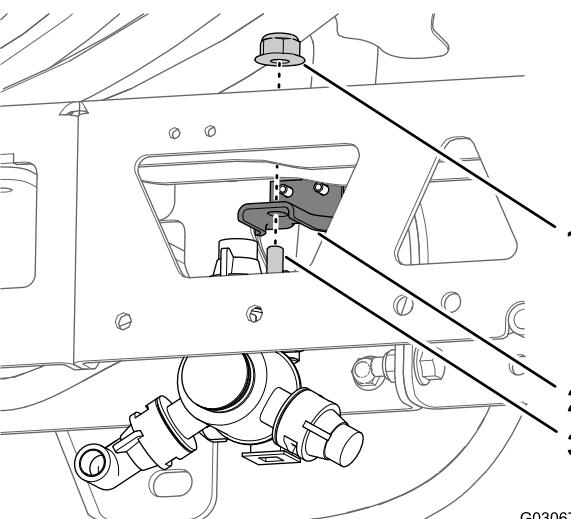

Рисунок 47
1. В средней секции опрыскивателя выверните фланцевую контргайку, которая крепит распылительное сопло к креплению сопла (Рисунок 46 и Рисунок 47).
3. Снимите сопло со средней секции опрыскивателя (Рисунок 46 и Рисунок 47).